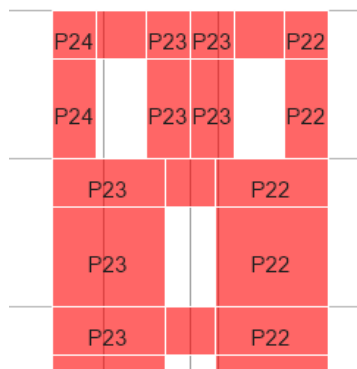

图 7-8 G2 轴网轴线 F 上的局部墙肢标签
10. 用同样的方法指定其它剪力墙标签，注意，G2 轴网轴线 F 上 story6 墙肢分布与其它楼层不同，在指定完成后需要局部修改墙肢标签，修改后局部墙肢标签如图 7-8 所示。